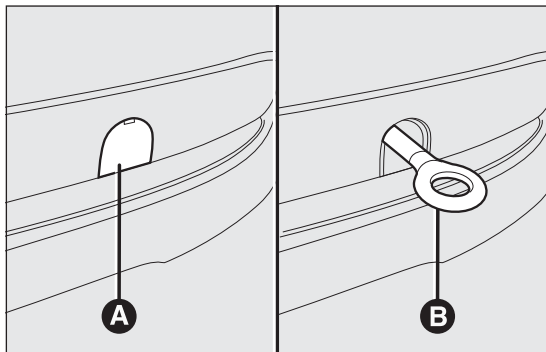

РИС. 150
- извлечь буксировочное кольцо В РИС. 150 из его гнезда в ящике инструментов;